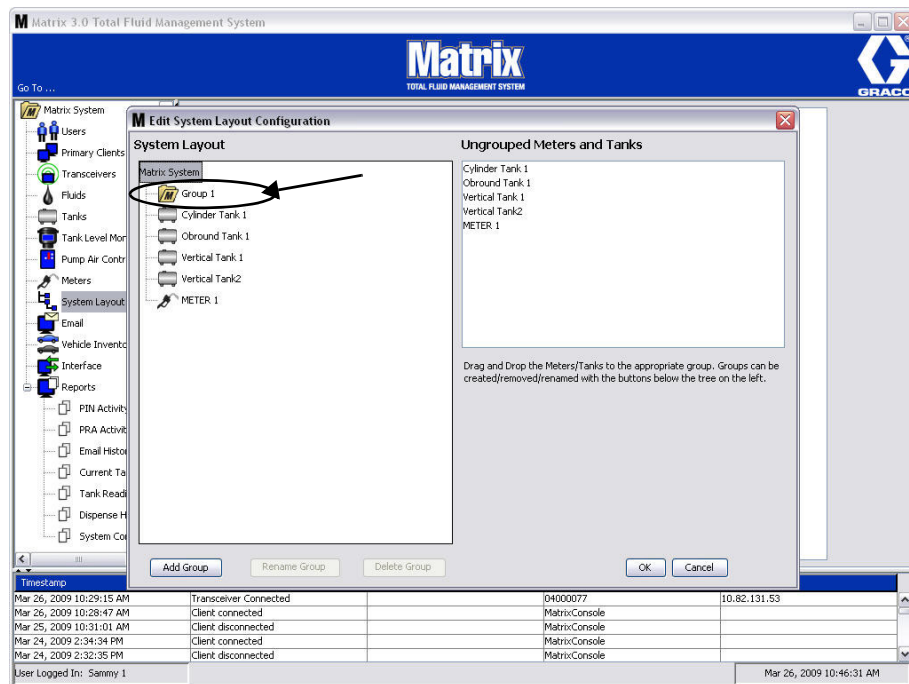

FIG. 127
- Er wordt een map toegevoegd aan de kant van het Matrix-systeem op het scherm, zoals afgebeeld in FIG. 127.